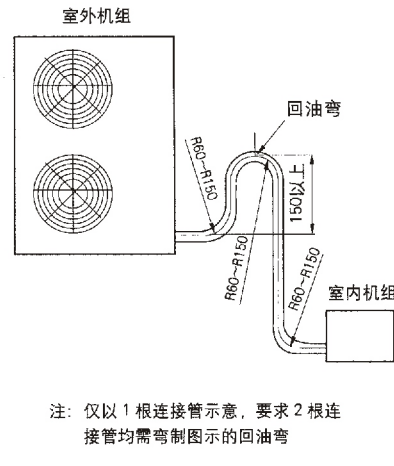
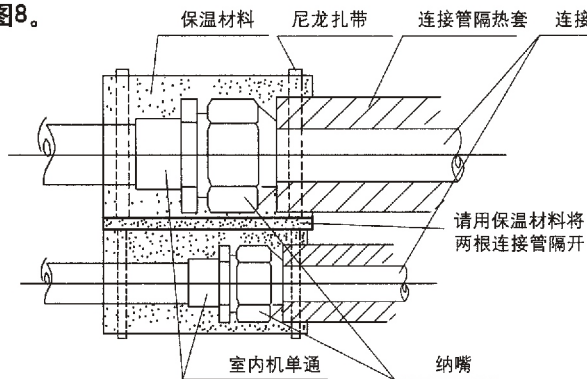

图 7
图 8
- 注：(1) 本机组允许连接管最大长度为 15 米。机组所配连接管长度为 5 米，若要加强，推荐每加长 1 米连接管追加制冷剂 30 克。
- (2) 室内、外机高度差必须小于 5 米。
- (3) 当室外机比室内机高时，必须将铜管弯制“回油弯”如图 7。
- (4) 请将带波纹一端的连接管安装在室内侧。
- 3 管道安装后用附件①保温材料包住所有扩口管连接部分，并用附件⑩尼龙扎带固定，如图 8。